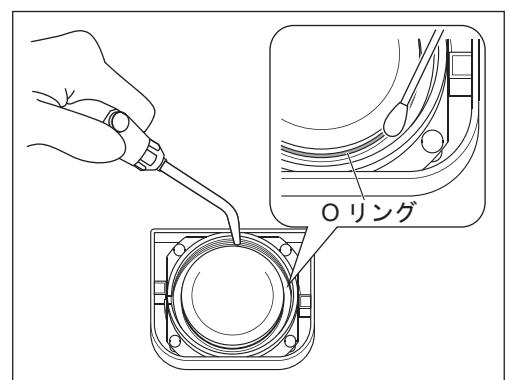

図46
- 2) ブラシや乾いた綿棒などで、チャンバー内面及びねじ部周辺やパウダーチャンバー蓋のねじ部周辺を清掃してください。その後、付着しているパウダーをエアーなどで取り除きます（図46）。